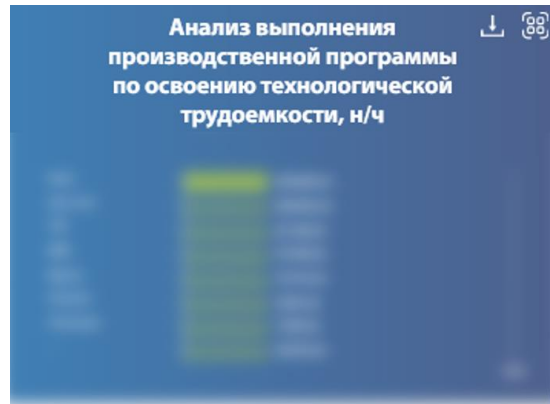

Рисунок 2.18
6. Подблок «Анализ выполнения производственной программы по освоению технологической трудоемкости, н/ч»: вывод графика отношения фактических значений по трудоемкости к плановым с нарастающим итогом за год по направлениям. Также выводится разница между планом и фактом в н/ч. (Рисунок 2.18).